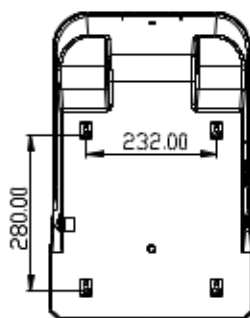
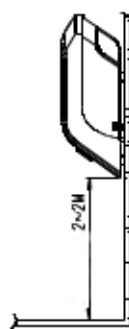

Fig 3
Fig 4
- ① Dimensiones como se muestra en la Fig. 3, instale cuatro clavijas en la pared (Pared de hormigón: Tornillos roscados Phi $\phi 5 \times 80$ con tapón de goma inflado; Pared de madera: Phi $\phi 5 \times 20$), Cuelgue el producto en la pared como se muestra en la Fig. 4.
- ① Dimensions as shown in Fig 3 , install four peg on wall (Concrete wall: Phi $\phi 5 \times 80$ tapping screws with inflated rubber plug; Wood wall: Phi $\phi 5 \times 20$ tapping screws), Hang product on wall as shown in Fig 4 .